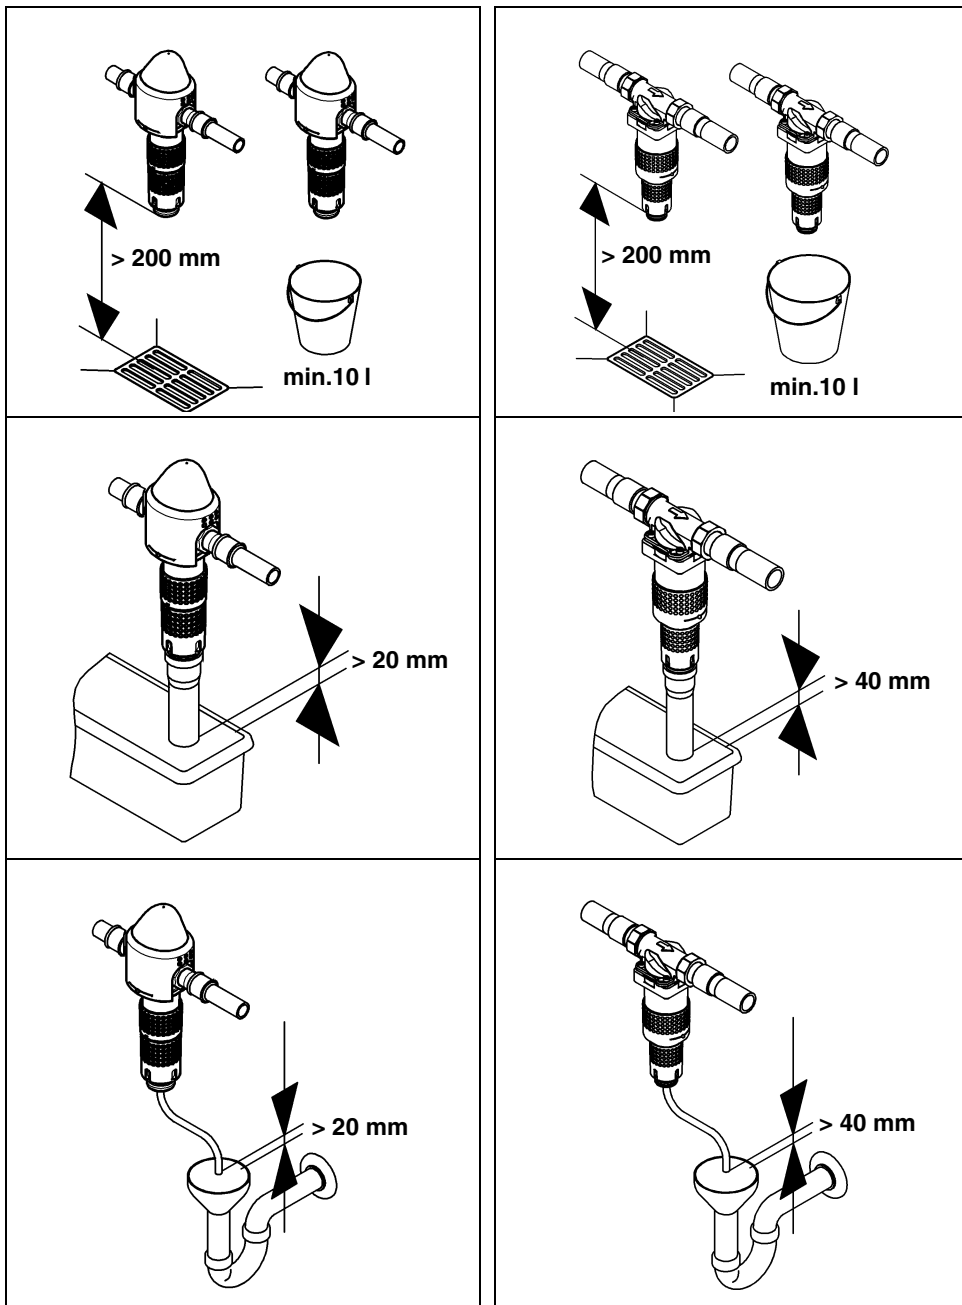

Fig. 5: Possibilités d'évacuation
L'eau de rétrolavage exige un écoulement d'eau chargée suffisamment dimensionné (par exemple évacuation au sol) selon DIN 1986. En l'absence d'un tel raccordement, vous pouvez utiliser un seau de taille appropriée (cf. fig. 5).
- Si le seau est rempli à moitié, il faut achever l'opération de rétrolavage. Sinon, le seau risque de déborder. Il faut donc que le seau soit suffisamment dimensionné et que le rétrolavage se réalise rapidement (cf. fig. 5).